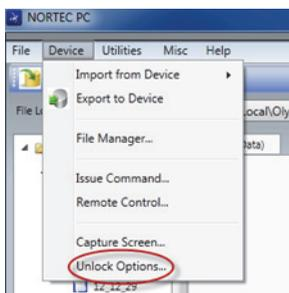

图 6-26 解锁选项指令
2. 在 NORTEC PC 软件的 **Device**（设备）菜单中，选择 **Unlock Options**（解锁选项）（参见第 314 页的图 6-26）。